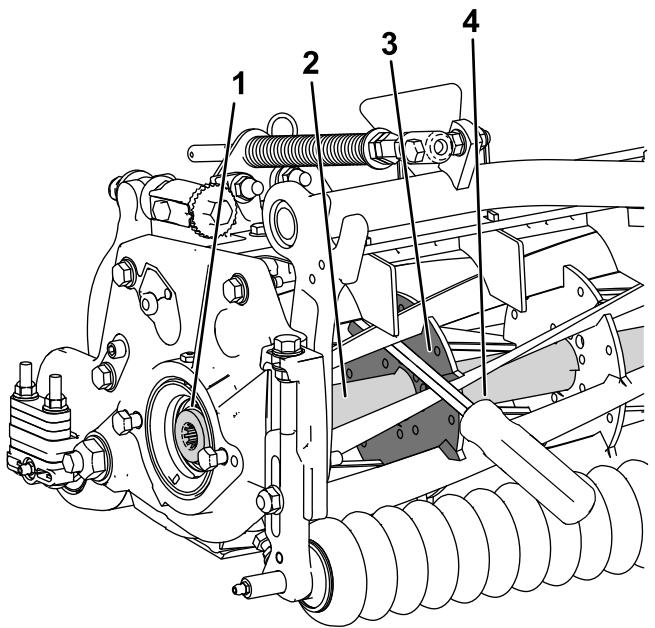

Figura 43
1. Insira um espião de cabo longo (recomendado $\frac{3}{8}$ x 12 pol. com pega de chave de parafusos) através da frente do cilindro de corte, o mais próximo do lado da unidade de corte que irá apertar (Figura 43).
2. Coloque o pé de cabra contra o lado soldado do reforço interno do cilindro de corte (Figura 43).